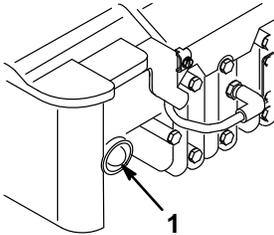

Abbildung 5
1. Die Kaltstarthilfe dreimal betätigen (fünfmal, wenn die Temperatur 13°C/55°F oder weniger beträgt). Zwischen den Betätigungen jeweils 2 Sekunden warten (Abb. 5).